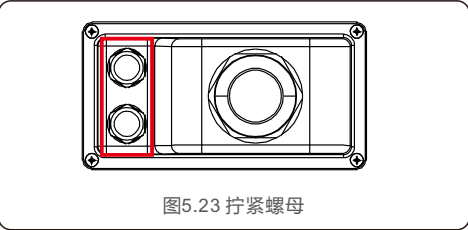

图5.23 拧紧螺母
- 2. 将逆变器底部的COM端口电缆防水固定接头上的锁紧帽拧下，拆下锁紧帽上的堵头(如图5.23)。